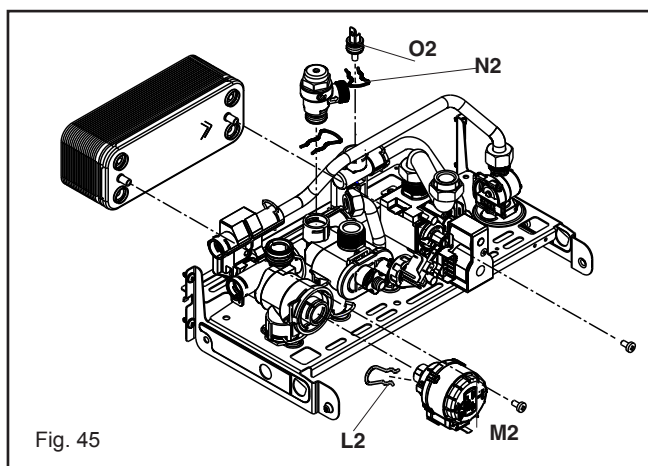

Fig. 45
6.20.3 VALVE ACTUATOR (fig. 45)
6.20.4 DHW THERMISTOR (fig. 45)